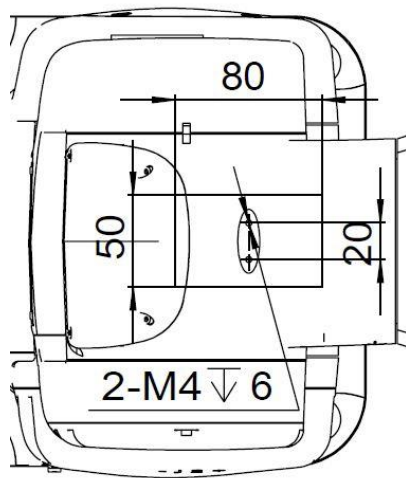

图 6-20 AIR8-710C-HW 型操作机肘部负载接口尺寸示意图
AIR8-710C-HW 型操作机 J3 轴肘部的设备安装孔规格及尺寸如图 6-20 所示。安装要求：
- 肘部负载质心位置需位于图 6-20 所示 50mm×80mm 区域内部。